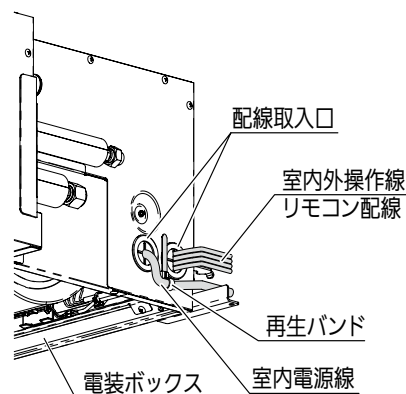

図21
- 配線取入口は、ユニット本体側面の冷媒配管側の下部にあります。(図21)